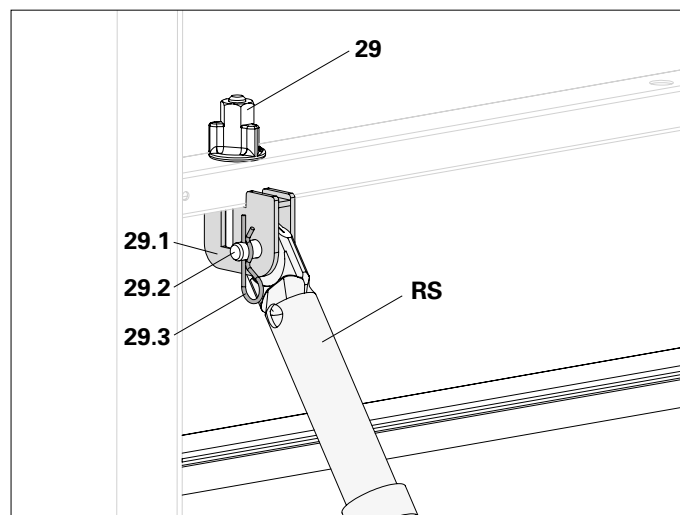

Fig. A7.03
Connecter l'étais tirant-poussant (RS) et les cosses de connexion (29.1) avec des boulons (29.2) et des goupilles de sécurité (29.3). (Fig. A7.03)